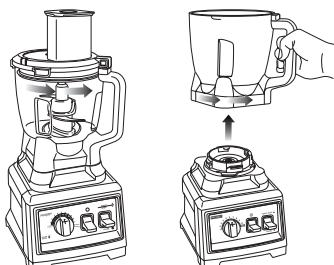
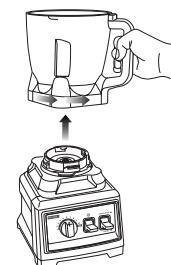

Fig. 21
Fig. 22
- 10 Para remover la tapa, presione el botón de liberación y gire la tapa en sentido contrario a las agujas del reloj hasta removerla. Lo mejor es sostener la jarra con una mano mientras levanta la tapa con la otra mano. Gire el tazón en sentido contrario a las agujas del reloj y sáquelo de la base. (Fig. 21, Fig. 22)
- 8 Cuando termine de hacer la masa, presione la palanca Start/Stop/Pulse hacia arriba para apagar la unidad. Remueva el tazón de la base del motor. (Fig. 21, Fig. 22)